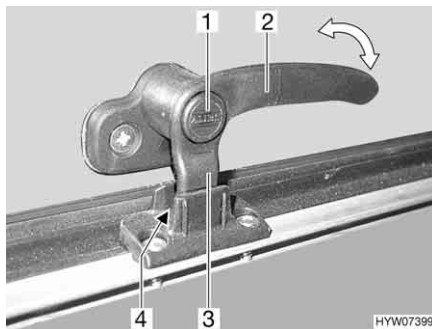
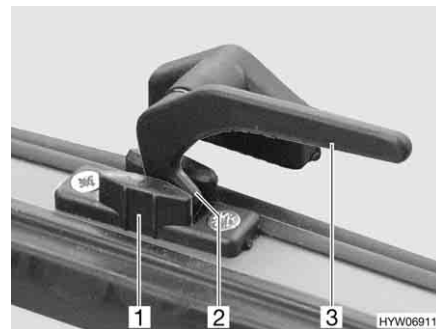

Bild 67 Verriegelungshebel mit Sicherungsknopf in Stellung "Dauerbelüftung"
Bild 68 Verriegelungshebel in Stellung "Dauerbelüftung"
- in Stellung "Dauerbelüftung" (Bild 67 und Bild 68)
- Wenn vorhanden, Sicherungsknopf (Bild 67,1) drücken und gedrückt halten.
- Alle Verriegelungshebel (Bild 67,2 oder Bild 68,3) eine viertel Umdrehung zur Haubenmitte hin drehen.
- Alle Verriegelungshebel wieder zurückdrehen. Die Verriegelungsnase (Bild 67,3 oder Bild 68,2) dabei in die Aussparung der Haubenverriegelung (Bild 67,4 oder Bild 68,1) einfahren.